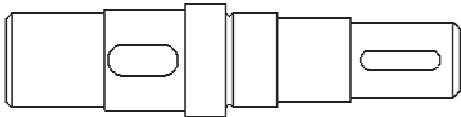
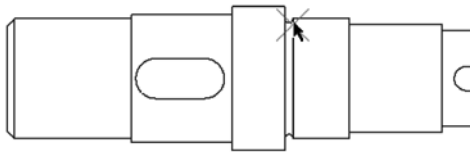

图 12-22 已有的主视图
图 12-23 选择要在详细视图中放大的现有绘图视图中的点
① 在“快速访问”工具栏中单击“打开”按钮，弹出“文件打开”对话框，选择配套文件“bc12_3c_1.drw”，然后单击“文件打开”对话框中的“打开”按钮。该绘图文件中存在着一个主视图，如图 12-22 所示。
② 在功能区“布局”选项卡的“模型视图”面板中单击“详细”按钮.
③ 选择要在详细视图中放大的现有绘图视图中的点，如图 12-23 所示，系统以加亮的叉来显示所选的点。